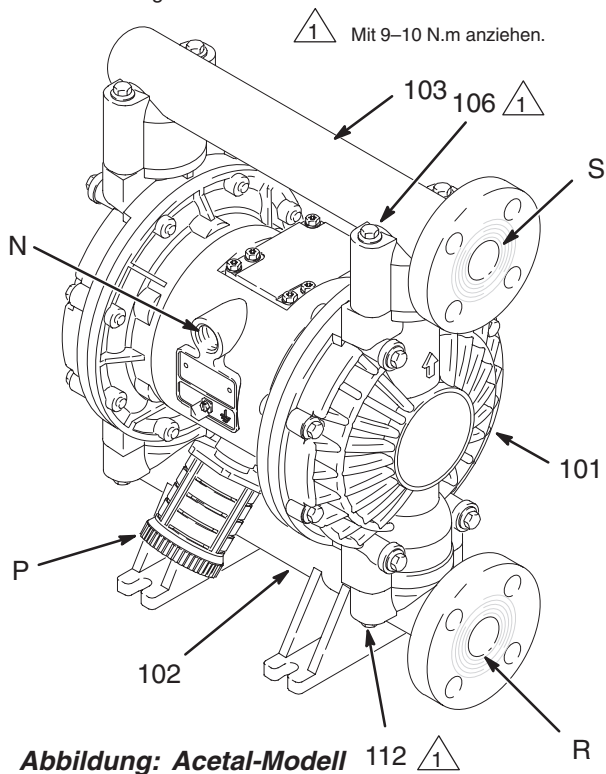

Abb. 4
Bei Lieferung der Pumpe zeigen Materialeinlaß- (R) und -auslaß (S) in die gleiche Richtung. Siehe Abb. 4. Zur Veränderung der Ausrichtung von Einlaß- und/oder Auslaß:
1. Die Schrauben (106 oder 112) lösen, mit denen der Einlaßverteiler (102) und/oder der Auslaßverteiler (103) am Pumpengehäuse (101) befestigt ist.
2. Den Verteiler umdrehen und wieder befestigen. Die Schrauben (106 oder 112) eindrehen. Die Schrauben mit 9–10 N.m am Verteiler anziehen. Siehe Abb. 4.